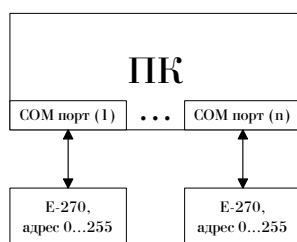

Рис. 3.6: Несколько E-270, подключенных по интерфейсу RS-232
- модуль Е-270 подключен к индивидуальному COM-порту и работает по RS-232 (см. рис. 3.6, стр. 20)